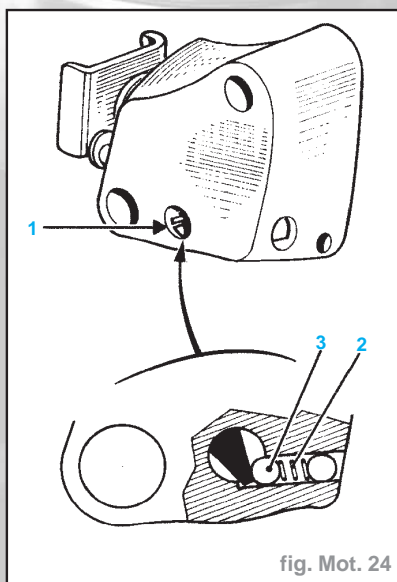

fig. Mot. 24
- Il est interdit de déposer le verrou (1) du tendeur de chaîne (fig. Mot. 24).